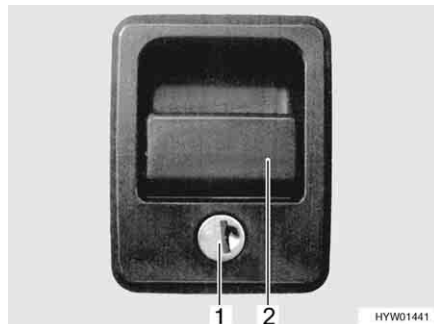

Bild 49 Lucklås med greppkåpa
- Stick in nyckeln i låscylindern (Bild 49,1) och vrid ett kvarts varv. Lucklåset är upplåst.
- Drag i låshandtaget (Bild 49,2). Den utvändiga luckan är öppen.